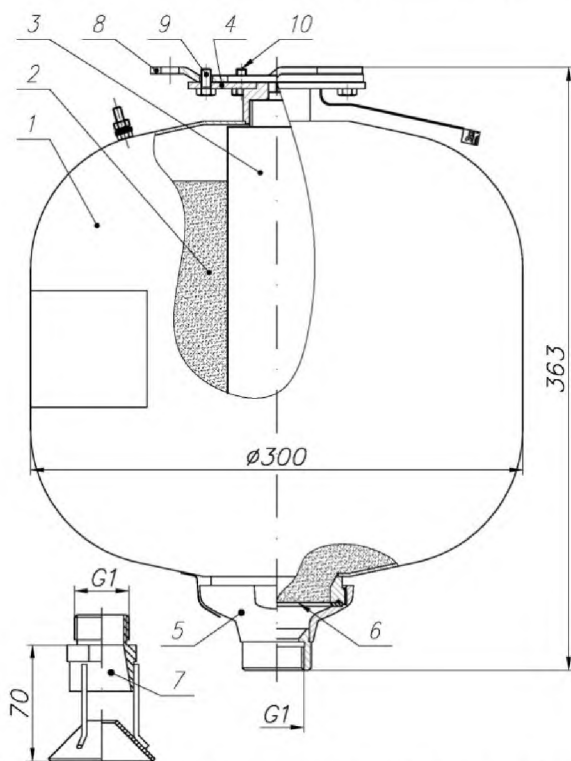

Рисунок 1 -Устройство модуля порошкового пожаротушения Буран-15КД
6.5 Соединить держатель модуля 4 (рис. 1) с кронштейном 8 так, чтобы головки болтов 10 вошли в широкие части пазов держателя модуля. После этого повернуть модуль вокруг оси до упора, болты при этом заходят в узкие части пазов и удерживают модуль в подвешенном состоянии. Зафиксировать от поворота модуль относительно кронштейна болтом 9. Затянуть болты 10.